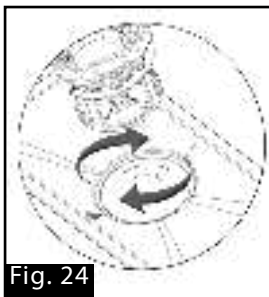

Fig. 24
5. Remettre le filtre en place après l'avoir nettoyé (Fig. 24). Le filtre du cylindre doit être assemblé dans le sens des aiguilles d'une montre jusqu'à ce que la marque triangulaire du filtre et le filet du filtre soient au même endroit.